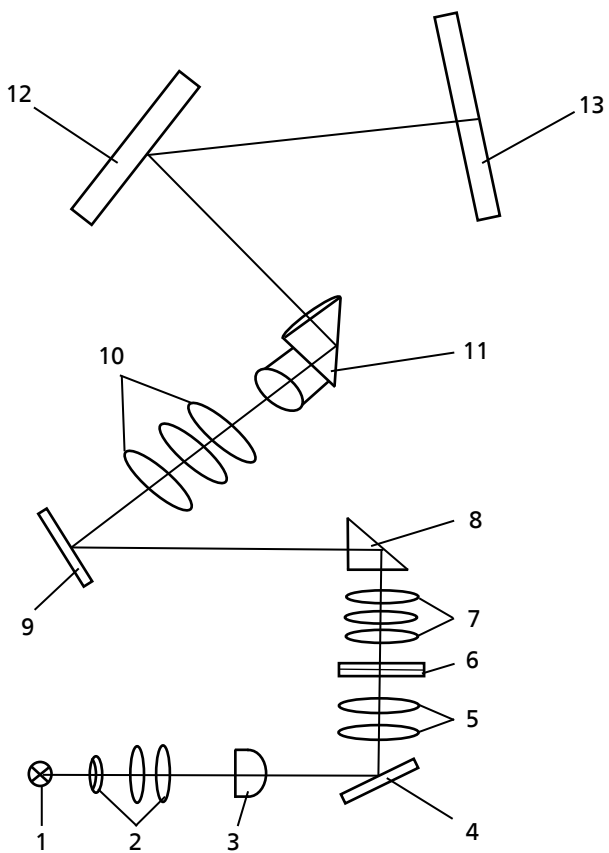

Рисунок 1 – **Оптическая схема**
Луч света от источника света 1 (рисунок 1), пройдя коллектор 2, линзу коллектива 3, зеркало 4, отклоняется под углом 90 градусов. Далее, пройдя конденсатор 5, луч света попадает на исследуемый препарат, расположенный между двумя линейками 6. Затем лучи света, проходя объектив 7, призму 8, зеркало 9, проекционный объектив 10, призму 11, зеркало 12, проецируют на экран 13 изображение исследуемого препарата.
Координатный стол перемещается в двух взаимно перпендикулярных направлениях маховичками 6 и 7. На верхнюю плоскость стола помещаются линейки 6 (рисунок 1) компрессория.
- установить на оправу конденсора 5 (рисунок 1) насадку для центрирования освещения АЛ5.927.326;